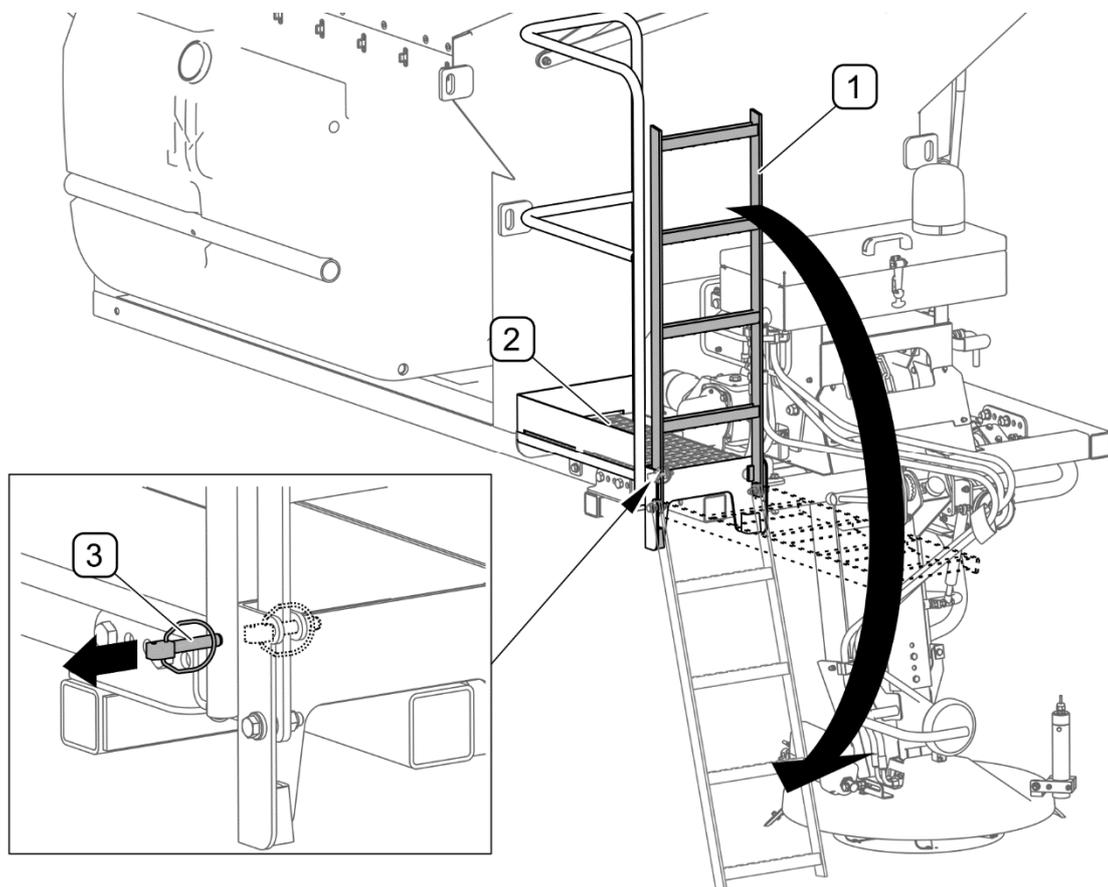

ABBILDUNG 4.13 Leiter und Podest
(1) - Leiter; (2) - Podest; (3) - Sicherungssplint
Das Anheben und Absenken der Plane kann über das mit einer Leiter (1) ausgestattete Podest (ABBILDUNG 4.13) einfacher durchgeführt werden.
Um die Leiter (ABBILDUNG 4.13) abzusenken, ist wie folgt vorzugehen: